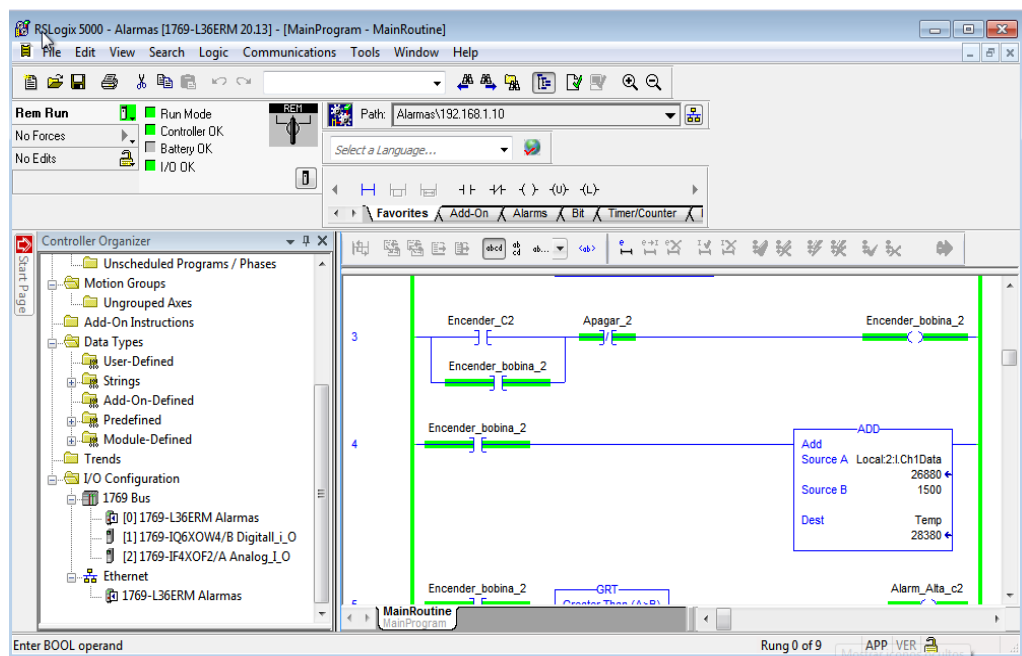

Figura 4: Parte 2 de la programación para la aplicación de alarmas
2. A continuación se muestra una parte de la programación de la aplicación de las alarmas que posee dos calderos donde se activará de acuerdo al valor establecido una alarma de temperatura alta y temperatura baja como se muestra en la Figura 4.